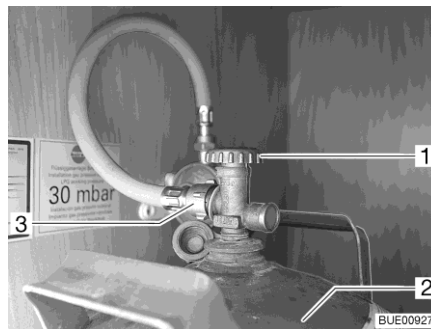

Bild 198 Gasbox
- Stäng huvudavstängningsventilen (Bild 198,1) på gasflaskan (Bild 198,2). Beakta pilriktningen.
- Skruva loss gasslangen (Bild 198,3) från gasflaskan.